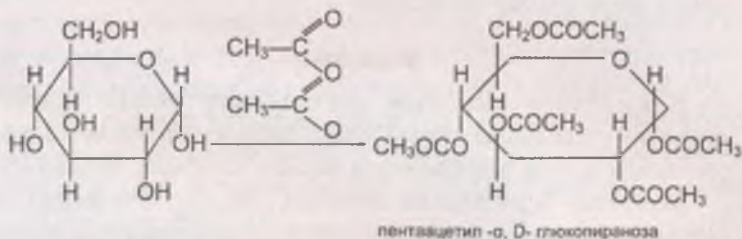

Рис. 253
2) ацилирование (образование сложных эфиров). Под воздействием уксусного ангидрида на глюкозу происходит образование сложного эфира — пентаацетилглюкозы (рис. 253);
3) глюкоза при взаимодействии с гидроксидом меди (II) дает интенсивное синее окрашивание. Это является качественной реакцией.